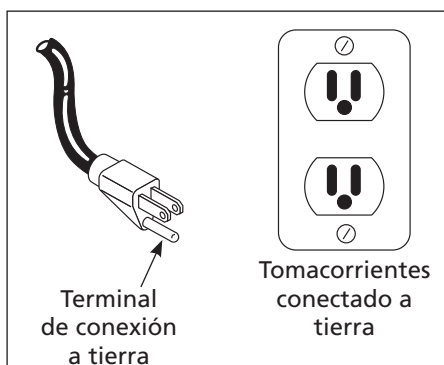

Figura 4 - Método de puesta a tierra
- Este producto está diseñado para circuitos nominales de 120 voltios y tiene un enchufe para conexión a tierra similar al de la Figura 4. Cerciórese de conectarlo a un tomacorrientes cuya configuración sea similar a la del enchufe. Este producto se debe conectar a tierra. En caso de que ocurra un cortocircuito, ésto evitaría el riesgo de choque eléctrico al ofrecerle un cable de desvío a la corriente eléctrica. Este producto tiene un cordón con un alambre y terminal de conexión a tierra. Debe conectarlo a un tomacorrientes que esté instalado adecuadamente según los códigos y ordenanzas locales.